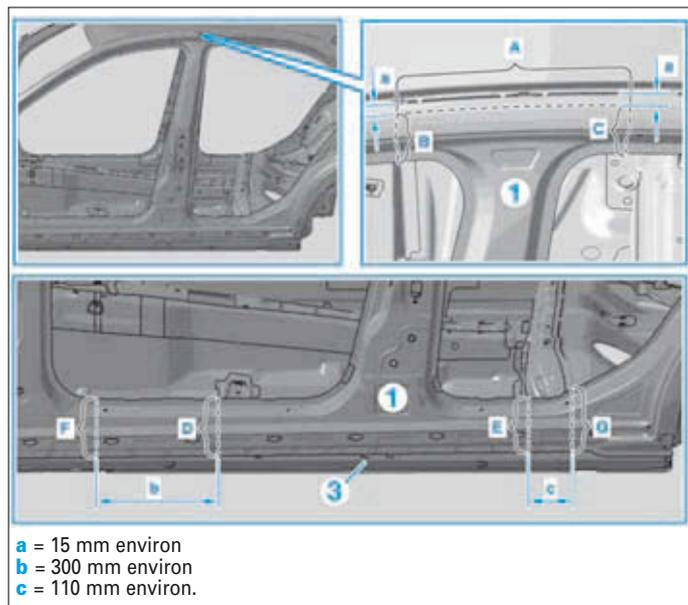

FIG. 72
- Tracer puis découper sur la partie extérieure du montant B (1) dans les zones (A, B, C, D, E, F et G) (Fig.72).